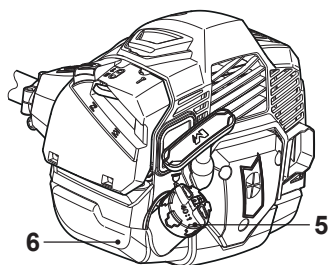

Fig. 13
- > Dévisser et enlever le bouchon du réservoir d'essence [5] (Fig. 13).